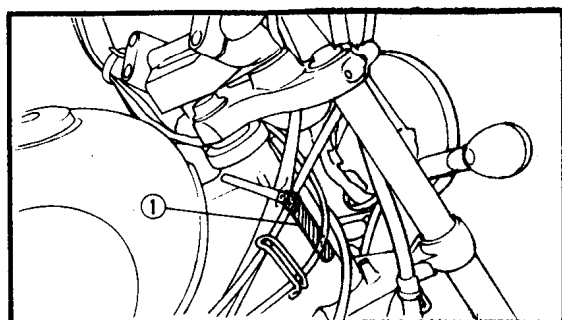

图 1-1
1. 车架系列号码①刻印在方向盘的右侧, 见图 1-1。起始系列号码: XV125S: 4RF-00D101; XV125: 4RF-016101; XV250: 4RN-091101。注意这些号码的前三位用于型号识别, 而其余的数位则表示单位制造号码。